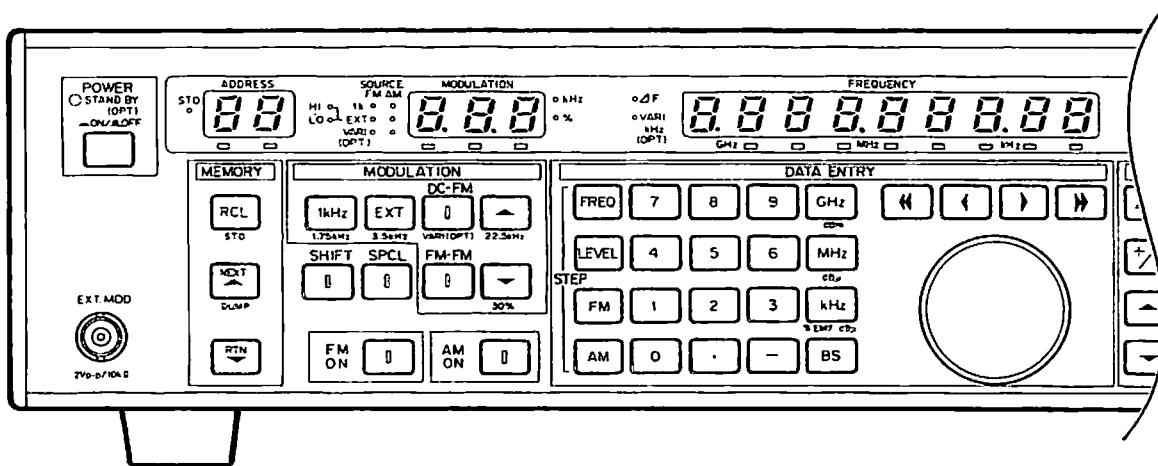

図 8 - 4
- (1) 変調モードの選択 (FM、AM、FM-AM、FM-FM)
- (2) 変調ソースの選択 (EXT、1 kHz)
- (3) 変調偏移の設定 (FM: 図 8 - 5 参照、AM: 0 ~ 99.9%)
- (4) FM変調の方式選択 (AC-FM、DC-FM)